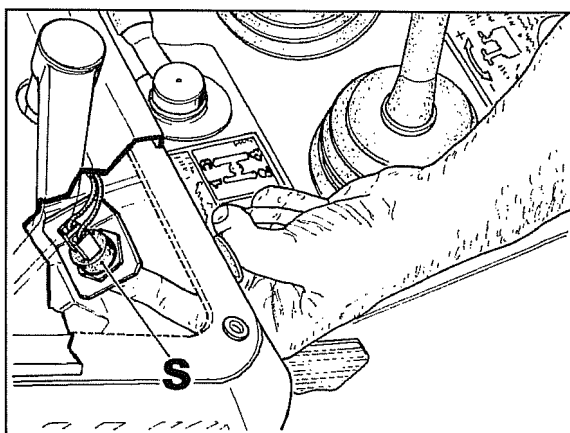
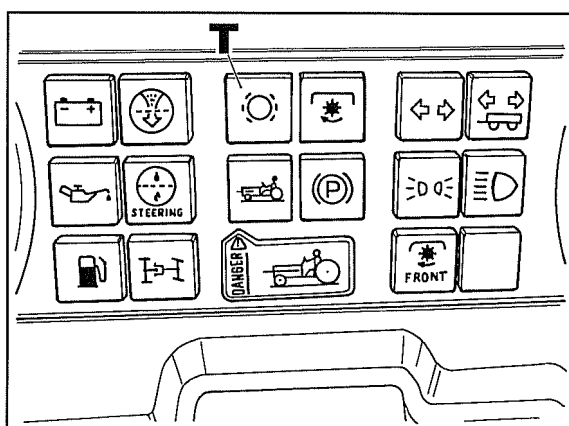

Fig. 10
Fig. 11
Nota – O controlo sobre a eficiência eléctrica do sensor não é necessário, pois, um eventual curto-circuito seria sinalizado pelo indicador **T** fig. 11 do grupo com duas intermitências seguidas por uma pausa. Em tal caso substituir o próprio sensor.
- 14 Com o quadro A ligado carregar no botão de reset **S** fig. 10, passando pela abertura da alavanca de embraiagem da tomada de força situada no suporte do tablier, mantendo-o carregado até o desligamento da intermitência do relativo indicador **T** fig. 11.